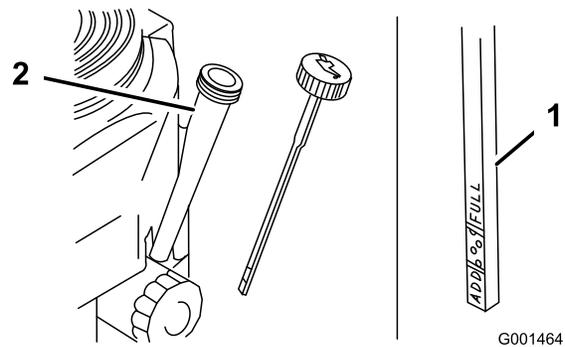

Figura 22
- Desenrosque la varilla de aceite y limpie el extremo (Figura 22).
- Deslice la varilla a fondo en el tubo de llenado, pero no la enrosque en el tubo (Figura 22).
- Limpie alrededor de la varilla de aceite (Figura 22) para impedir que caiga suciedad por el orificio de llenado y cause daños en el motor.
9. Vierta lentamente un 80% aproximadamente de la cantidad especificada de aceite por el tubo de llenado (Figura 22).